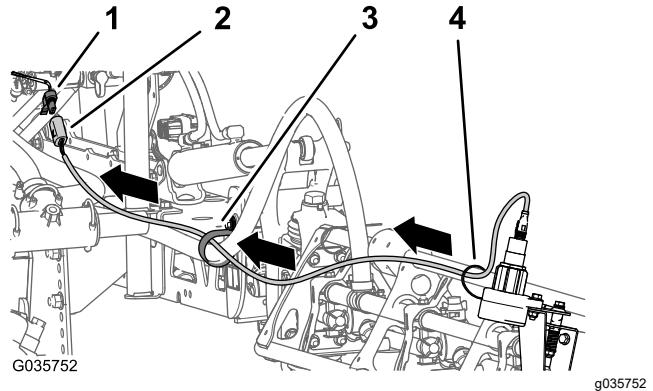

Figura 24
tomadas da cablagem do kit de acabamento Ultra Sonic Boom – parte da frente do coletor do cilindro de elevação (Figura 24).
3. Ligue os conectores de 4 pinos para as cablagens do sensor esquerda e direita ao conector de 4 tomadas da cablagem para o kit de acabamento Ultra Sonic Boom (Figura 24) rotulado LEFT SONIC SENSOR (Sensor Sonic esquerdo) e RIGHT SONIC SENSOR (Sensor Sonic direito).
5. Prenda o fio que sai do sensor à rampa com cintas de cabos (Figura 24).